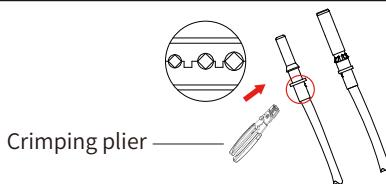

Abb. 3.4 Crimpen des Kontaktstifts an den Draht
- b) Crimpen von Metallklemmen mit einer Crimpzange wie in Abb. 3.4 gezeigt.